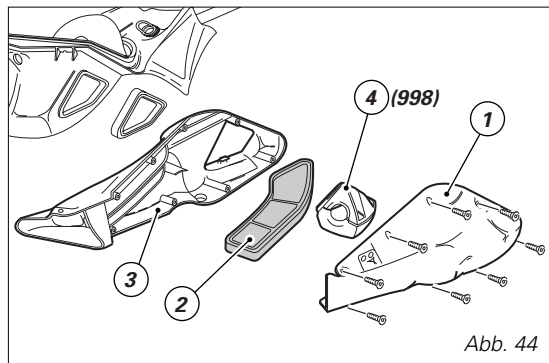

Abb. 44
Wechsel und Reinigung der Luftfilter (Abb. 44)
Um den Eingriff einfacher darzustellen, wird der Luftfilterkasten in der Explosionszeichnung (Abb. 44) vollständig gezeigt. Es sind jedoch nur die nachstehend angegebenen Teile zu entfernen.
Den Filter (2, Abb. 44) aus seinem Sitz am inneren Deckel (3) herausnehmen. Den Filtereinsatz mit einem Druckluftstrahl reinigen oder austauschen.